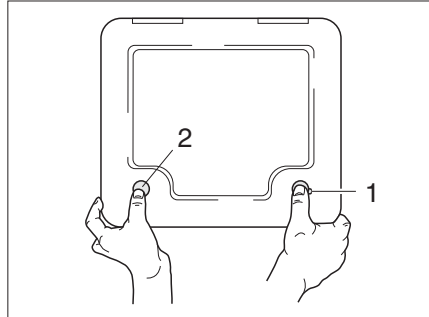

Bild 3 Außenklappe Thetford-Kassette mit Magnet
- Schlüssel in Schließzylinder des Druckschlusses (Bild 3,1) stecken und eine viertel Umdrehung drehen.
- Druckschloss (Bild 3,1) und magnetischen Druckknopf (Bild 3,2) gleichzeitig mit dem Daumen drücken und Außenklappe öffnen.
Die Außenklappe (Bild 3) wird vom magnetischen Druckknopf (Bild 3,2) an der Außenwand des Motorcaravans gehalten.
- Schlüssel in Schließzylinder (Bild 3,1) stecken und eine viertel Umdrehung drehen.